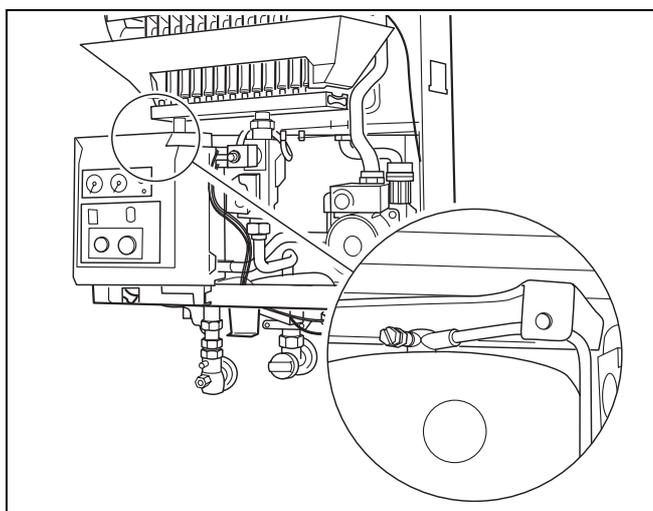

Fig. 21 Disareare lo scambiatore di calore
- Disareare lo scambiatore di calore dell'acqua calda dal lato circuito riscaldamento, mediante la vite per lo sfogo dell'aria (fig. 21).